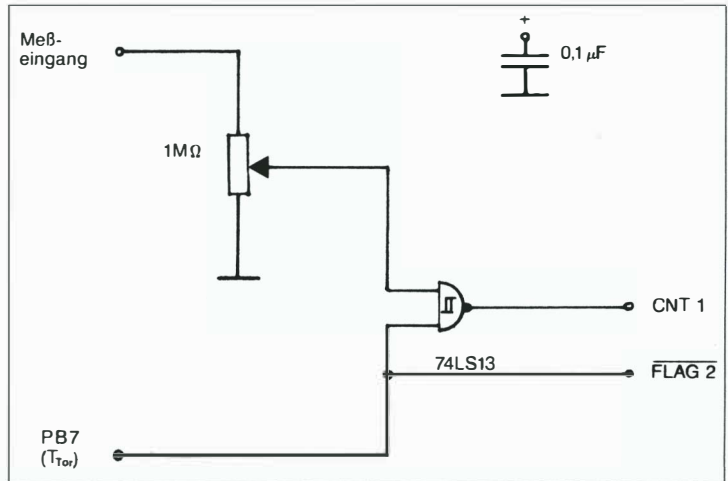
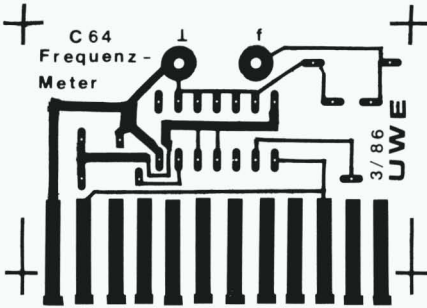

Bild 2.61: Schaltplan des Meßzusatzes
Bild 2.62: Layout zum Frequenzmeter
Bild 2.61 zeigt den Schaltplan der Erweiterung. Obwohl eigentlich nur ein einziges Gatter benötigt wird, besteht die Stückliste (Tabelle 2.25) doch aus einigen Teilen mehr. Auf der Platine des Meßzusatzes (Bild 2.62) befindet sich zusätzlich ein re-
- 1 Platine nach Bild 2.62